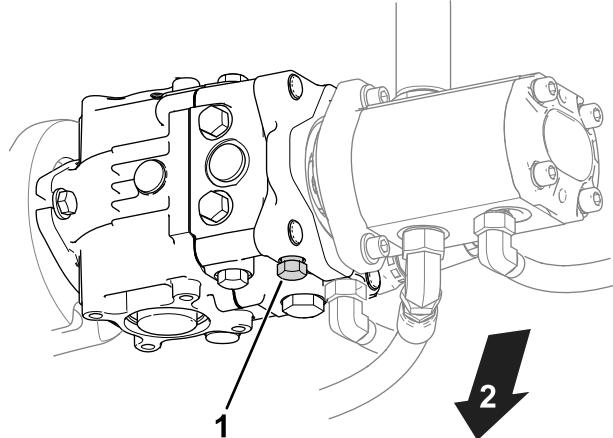

図 26
- 油圧ポンプについているバイパスバルブを探し出す図 26。